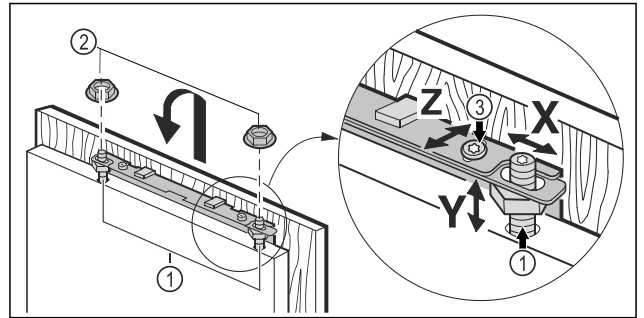

Fig. 20
- ▶ Ripusta kalusteovi säätöpultteihin Fig. 20 (1) ja ruuvaa vastamutterit Fig. 20 (2) löysästi säätöpultteihin.
- ▶ Kohdista kalusteovi korkeudeltaan Y:n ja sivuttaisen kaltevuuden mukaan: Säädä säätöpultteja Fig. 20 (1) ruuvimeisselillä.
- ▶ Kiristä vastamutterit Fig. 20 (3).